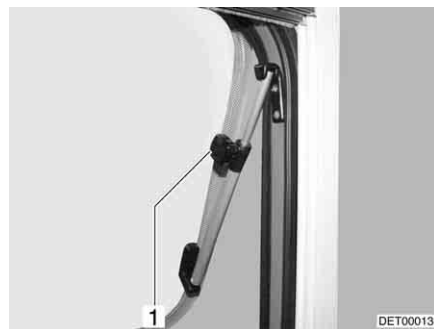

Fig. 74 Oblò con deflettori a rotazione, aperto
- Aprire l'oblò fino alla posizione desiderata e fissarlo mediante il pomello zigrinato (Fig. 74,1).
- Ruotare il pomello zigrinato (Fig. 74,1) fino a che l'arresto viene sbloccato.